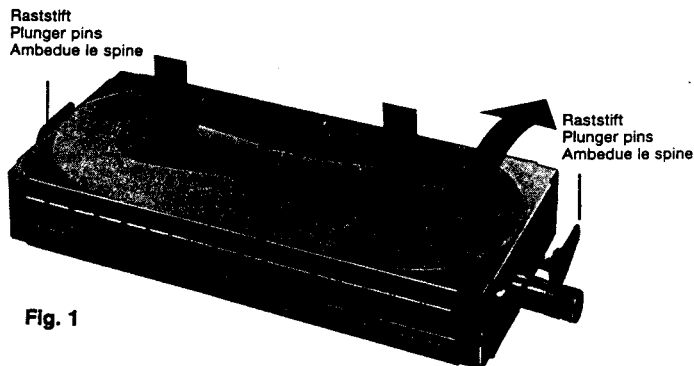

Fig. 1
Beide roten Raststifte (Fig. 1) um 90° drehen. HF-Modul aus dem Halter ziehen.
1. Mit beiden Daumen gleichzeitig auf die Blechsicke drücken bis sich die Deckelfalze aufbiegen, dann den Deckel abnehmen (Fig. 1).
Turn the two red plunger pins by 90°. Remove module from bracket (Fig. 1).
1. Apply pressure to the plate channel simultaneously with both thumbs, until the cover seaming bends, then remove cover (Fig. 1).
Ruotare ambedue le spine rosse a tenuta meccanica di 90° (Fig. 1). Estrarre il modulo dal supporto.
1. Premere con ambedue i pollici contemporaneamente sulla scanalatura della lamiera fino a che le graffature del coperchio si piegano verso l'alto, poi togliere il coperchio (Fig. 1).